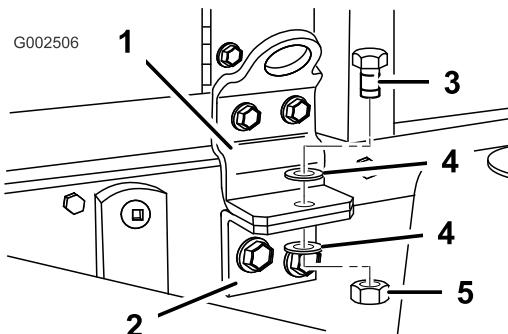

図 24
15. タンク台をフレームに固定する； ボルト（ $1/2 \times 1-1/2$  インチ）、ワッシャ（ $1/2$  インチ）2枚、ロックナット（ $1/2$  インチ）を使用して図 24 のように取り付ける。